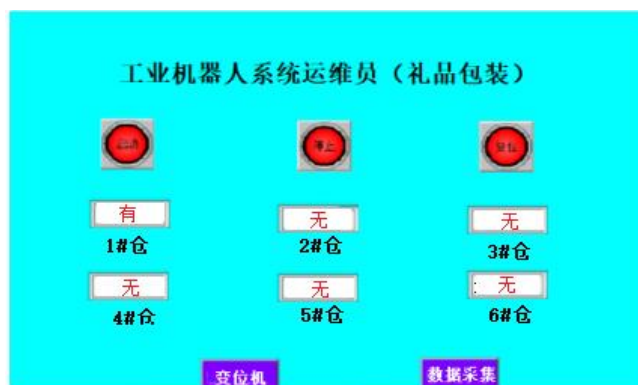

图 4-4 礼品包装页面参考画面
- 1) 触摸屏包含三个画面，分别为变位机操作页面、数据采集页面和礼品包装页面，分别如图 4-2、图 4-3、图 4-4 所示。能够完成不同页面的切换。